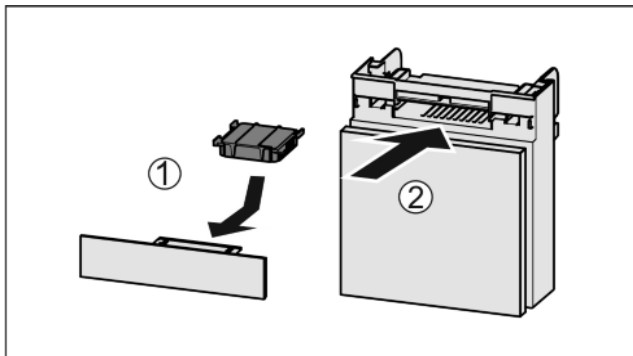

Fig. 42
- ▶ Поставете Fig. 42 (1) филтъра с активен въглен, както е показано на фигурата.
- ▶ Вкарайте Fig. 42 (2) отделението.